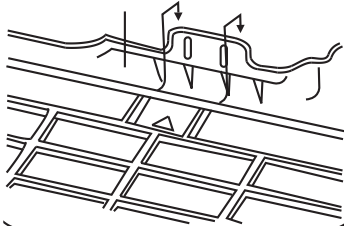

Figure 78 – Accrochage du module intérieur
4. Accrochez le module intérieur sur les crochets supérieurs de la plaque de montage mural (comme illustré à la figure 78).